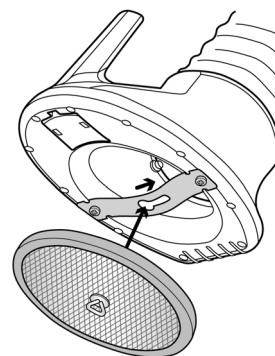

Fig. 4
- 4) プレートの穴にフィルターを取付けてください。（Fig. 4）